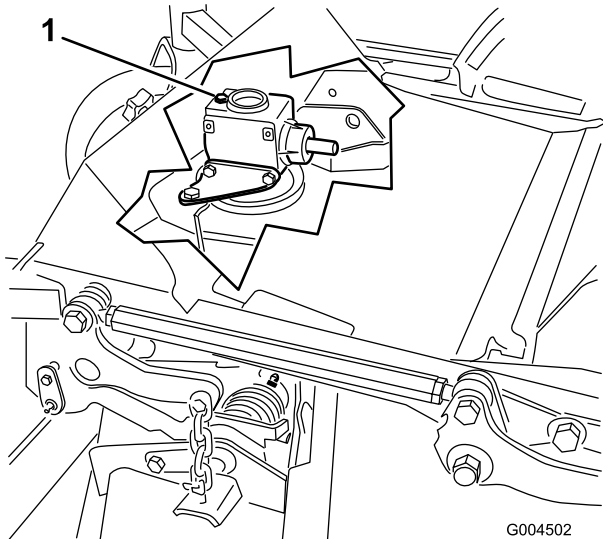

図 44
6. ギアボックスの上部についているディップスティック兼給油プラグ(図 44)を取り、オイルの量が、ディップスティックについている2本のマークの間にあることを確認する。
6. ギアボックスの上部についているディップスティック兼給油プラグ(図 44)を取る。